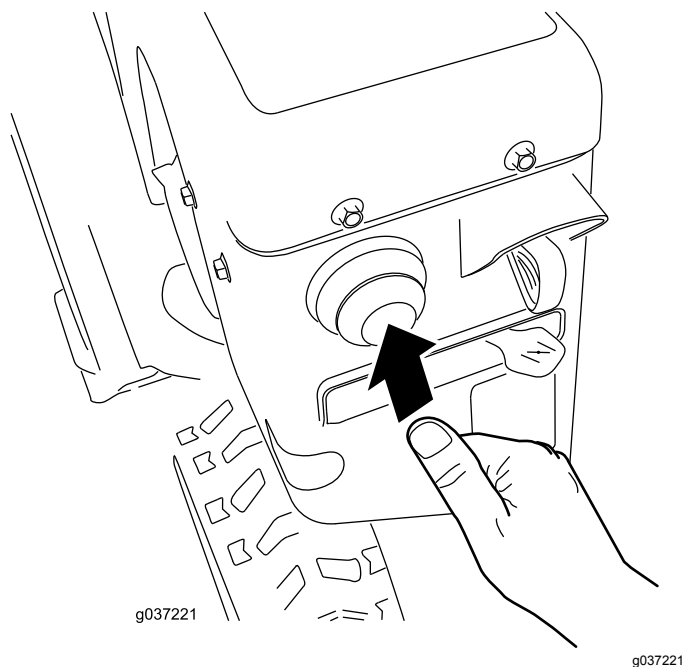

Рисунок 21
4. С усилием нажмите кнопку заливного насоса большим пальцем, как показано в таблице ниже, каждый раз на секунду удерживая ее в нажатом состоянии перед отпусканием (Рисунок 21).